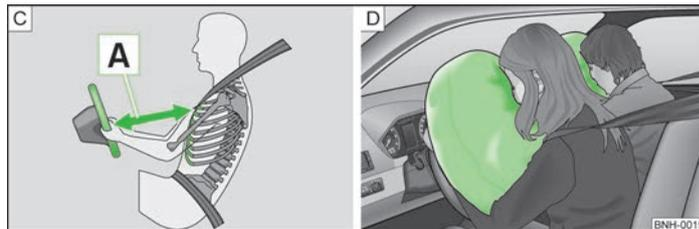

Abb. 142 Sicherer Abstand zum Lenkrad / Gasgefüllte Airbags
Werden die Airbags ausgelöst, füllen sich die Airbags mit Treibgas und entfalten sich vor dem Fahrer und Beifahrer » Abb. 142 - [D]. Beim Eintauchen in den voll aufblasenen Airbag wird die Vorwärtsbewegung des Fahrers und Beifahrers gedämpft und das Verletzungsrisiko für Kopf und Oberkörper reduziert.
- Für den Fahrer und Beifahrer ist es wichtig, einen Abstand von mindestens 25 cm zum Lenkrad bzw. zur Schalttafel einzuhalten **[A]** » **Abb. 142**. Wenn Sie den Mindestabstand nicht einhalten, kann Sie das Airbag-System nicht schützen - Lebensgefahr! Außerdem müssen die Vordersitze und die Kopfstützen immer der Körpergröße entsprechend richtig eingestellt sein.